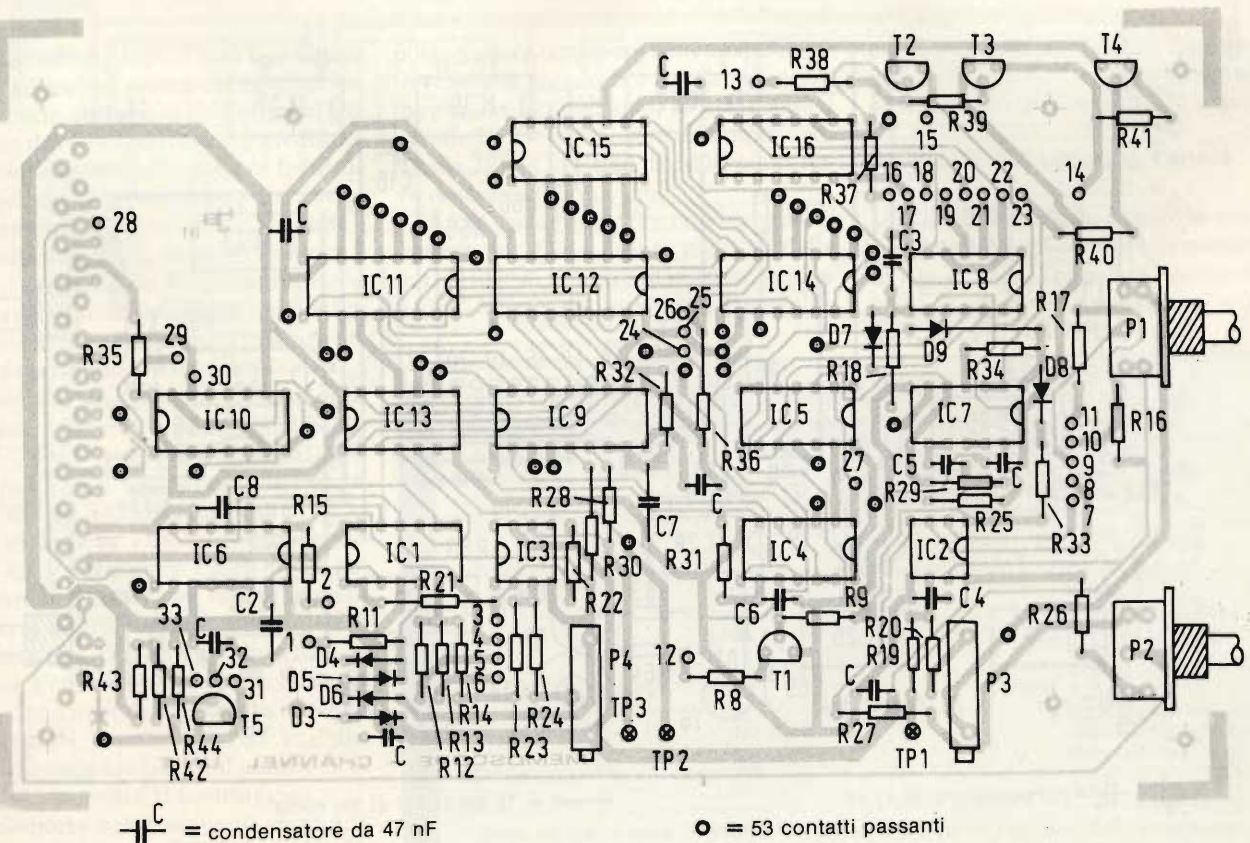

Fig. 6. Per facilitare il montaggio, la disposizione dei componenti è stampata contrapposta alla serigrafia delle piste del lato saldature.
**Fig. 6 - La tensione sinusoidale è generata dalle funzioni di Walsh W1, W5, W9 e W13, ricavate secondo calcoli teorici e prodotte con questo generatore autocostruito.**
prevedere ulteriori fissaggi. Tutti i componenti necessari sono elencati nella tabella. Due esempi di curve che sarà possibile ottenere con questo generatore sono illustrati nei due oscillogrammi delle figure 6 e 7.
componenti (vedi figure 6, 8 e 10). Gli altri componenti, fatta eccezione per i potenziometri P1, P2, P5 e P8, potranno essere montati in seguito: le saldature dovranno essere eseguite, quando possibile, su entrambe le facce del circuito stampato.